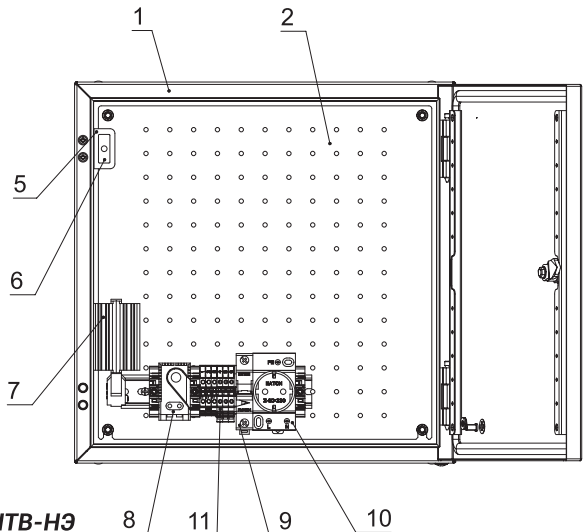

Рис. 2. Общий вид шкафа серии ШТВ-НЭ
Корпус шкафов серии ШТВ-НЭ (поз. 1 рис. 2) имеет металлическую сварную конструкцию, внутри покрыт слоем утеплителя с фольгированием, что увеличивает термоизоляцию и уменьшает теплопотери через стенки шкафа. В комплект шкафа входят задняя перфорированная оцинкованная панель (поз. 2. рис. 2). Отверстия для ввода кабелей находятся в основании шкафа. Для комплектации Т1 в боковых стенках шкафа предусмотрены отверстия для установки вентилятора с фильтром (поз. 3 рис. 2), а также фильтра впускного (поз. 4 рис. 2). На кронштейне (поз. 5 рис. 2), расположенном на боковой стенке шкафа, находится датчик открытия дверей (поз. 6 рис. 2). На боковой внутренней поверхности шкафа установлены две DIN-рейки, на которых крепятся нагреватель (поз. 7 рис. 2), имеется место для установки дополнительного оборудования.
На оцинкованной панели расположена DIN-рейка с установленными на ней термостатом (поз. 8 рис. 2), клеммами винтовыми (далее клеммники) (поз. 11 рис. 2), автоматическим выключателем (поз. 9 рис. 2) и розеткой штепсельной (поз. 10 рис. 2).
Для защиты оборудования от перегрузок, токов короткого замыкания используется автоматический выключатель 1р 16 А (поз. 9 рис. 2).
В шкафу установлен датчик контактного типа – переключатель кнопочный WP20 (поз. 6 рис. 2), срабатывающий при открывании двери. Характеристики датчика приведены в таблице 2.
Нагреватель расположен на боковой DIN-рейке, используется для нагрева воздуха внутри шкафа (поз. 7 рис. 2). Кабель нагревателя подключается к клеммнику ХТ1 (поз. 11 рис. 2) и терморегулятору.
Вентилятор применяется в шкафах исполнения Т1, устанавливается в боковое отверстие корпуса шкафа, используется для охлаждения внутреннего объема шкафа (поз. 3 рис. 2). Кабель вентилятора подключается к клеммнику ХТ1 (поз. 11 рис. 2) и терморегулятору.
В шкафу находится термостат (поз. 8 рис. 2), расположенный на DIN-рейке монтажной панели, который регулирует работу нагревателя в шкафу (ЕК1 на схеме) а также вентилятора (M1 на схеме).
5. Проверить с помощью специального инструмента наличие напряжения 230 В в розетке XS1 (поз. 10 рис. 2) .